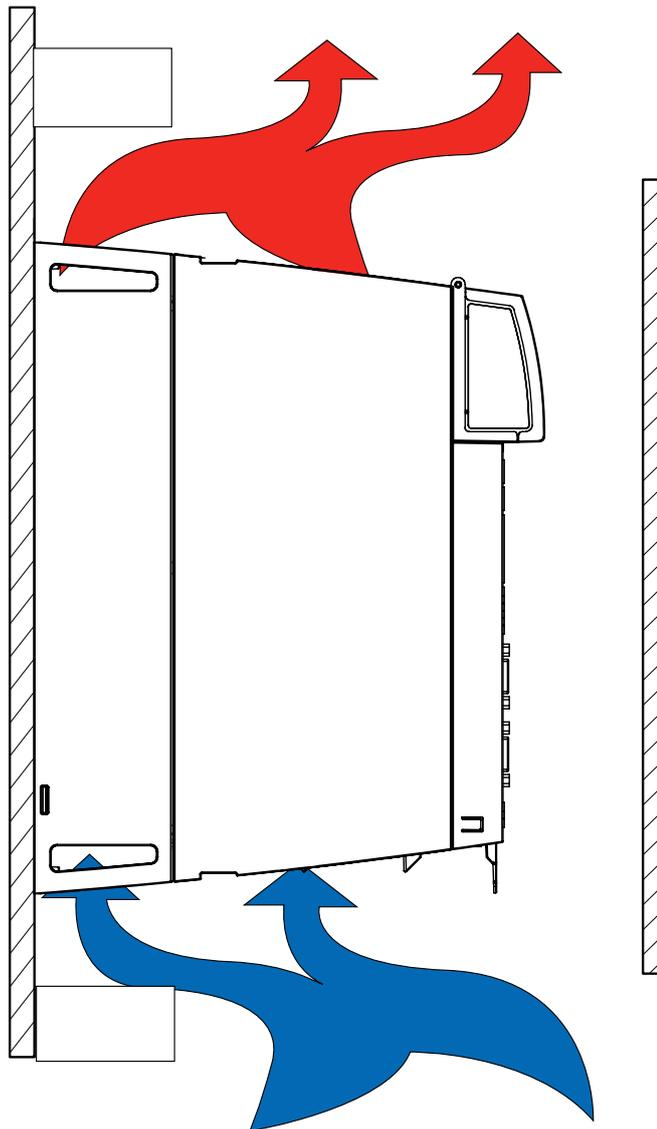
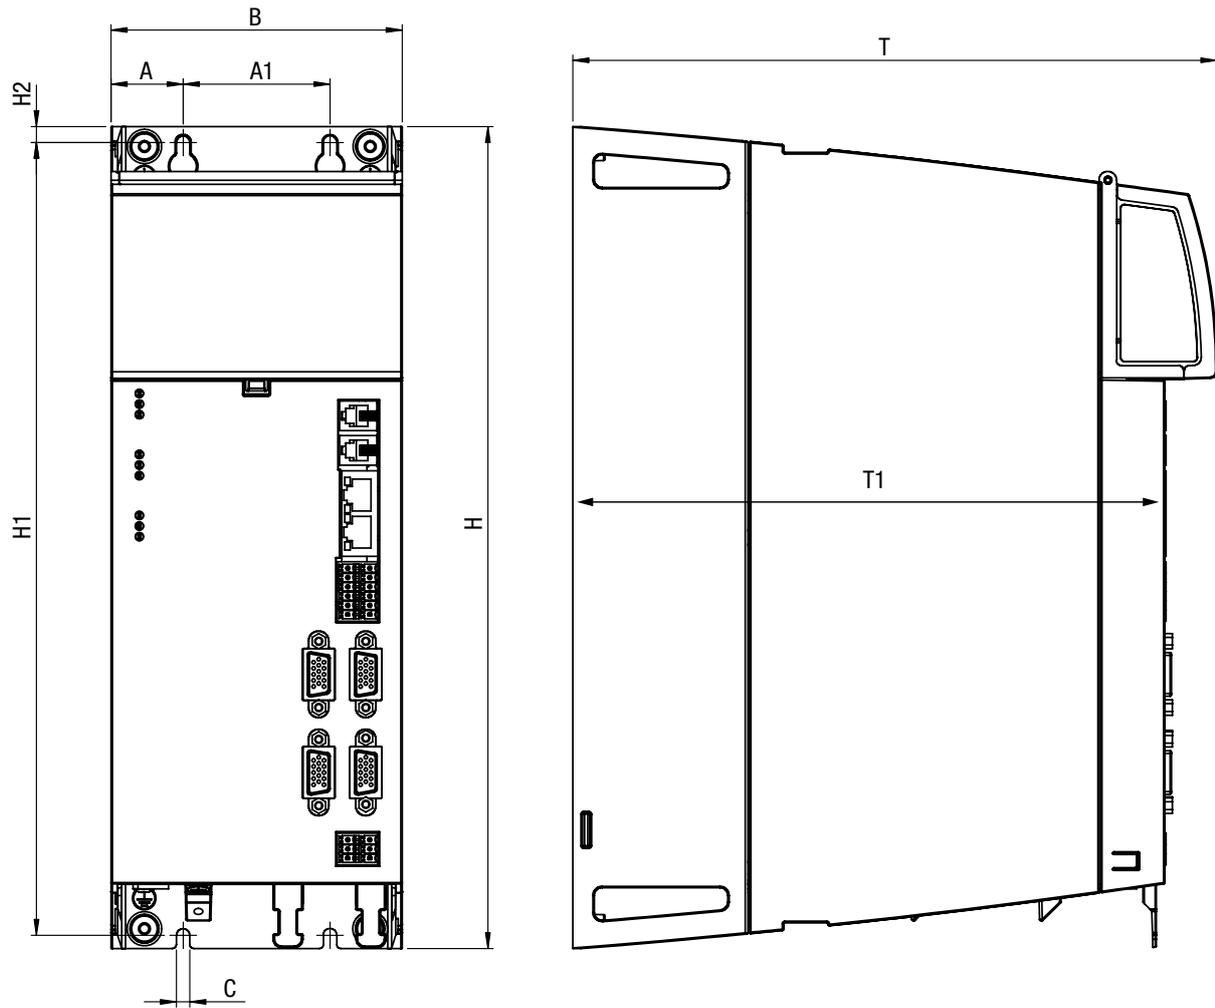

Abb. 2.3 Kühlluft strömt ungehindert durch das Gerät
Abb. 2.5 Maßzeichnung JM-3000 Servoverstärker BG2 (Maße siehe Tabelle 2.1)
*Skizze siehe Abb. 2.3 und Abb. 2.5*
Skizze siehe Abb. 2.3 und Abb. 2.5